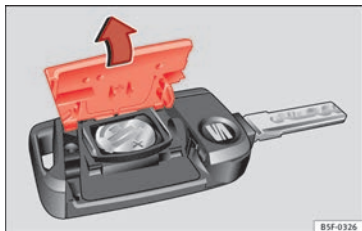

Fig. 125 Clé du véhicule : ouvrez le cache du logement des piles.
- Retirez le couvercle de la partie arrière de la clé du véhicule » fig. 125 dans le sens de la flèche » ①.
- Placez le couvercle comme indiqué » fig. 125, et appuyez-le sur le boîtier de la clé du véhicule dans le sens contraire de la flèche jusqu'à ce qu'il s'encastre.